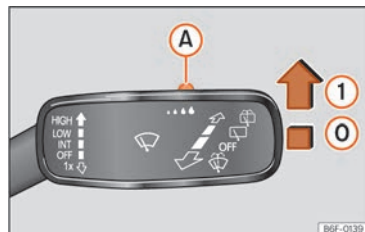

Abb. 78 Scheibenwischerhebel: Regensensor (A) einstellen.
Der aktivierte Regensensor steuert selbstständig die Scheibenwischer-Intervalle in Abhängigkeit von der Stärke des Niederschlags »» . Hebel in die gewünschte Position drücken »» (Abb. 78).
- ① Regensensor deaktiviert.
- ① Regensensor aktiv – automatisches Wischen bei Bedarf.
Nach dem Aus- und Wiedereinschalten der Zündung bleibt der Regensensor aktiviert und funktioniert wieder, wenn der Scheibenwischerhebel in der Position »» [Abb. 78] ① steht und schneller als 16 km/h [10 mph] gefahren wird.